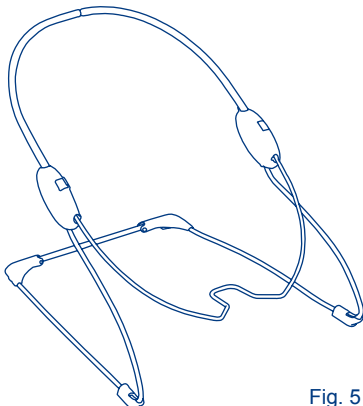

Fig. 5
- 5) • Bouncer frame assembly is complete. (Fig. 5)
- El montaje del armazón del rebotador está completo. (Fig. 5)
- L'assemblage du cadre du siège sauteur est terminé. (Fig. 5)